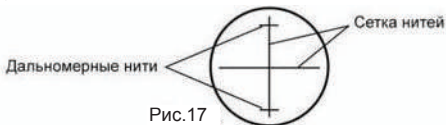

Рис.17
1) Наведите на рейку и посчитайте количество сантиметровых делений φ между двумя дальномерными нитями (Рис.17).